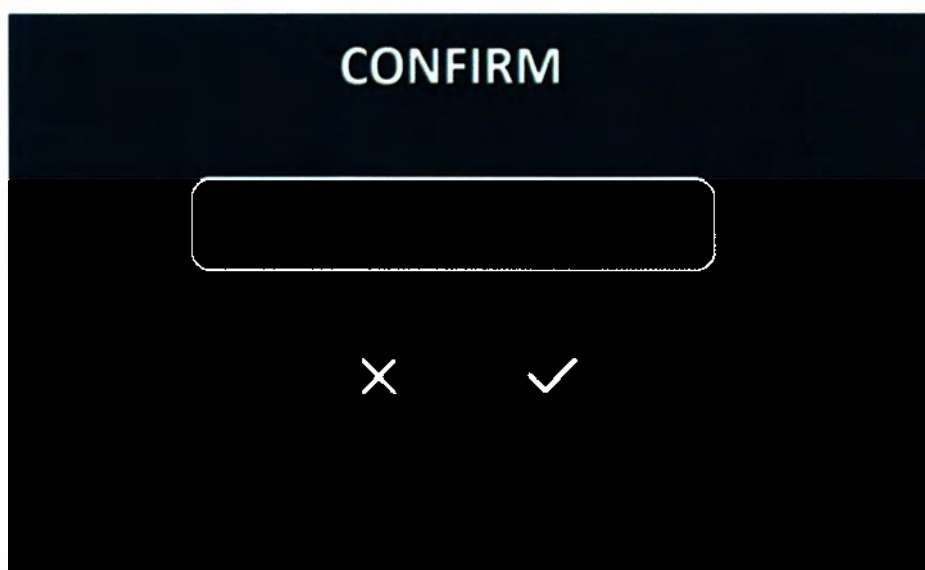

Рис. 9.6 – Экран подтверждения
7. Введя имя матери, нажмите кнопку ввода . Появится экран подтверждения (см. Рис.9.6). Если имя введено верно, нажмите  для подтверждения.